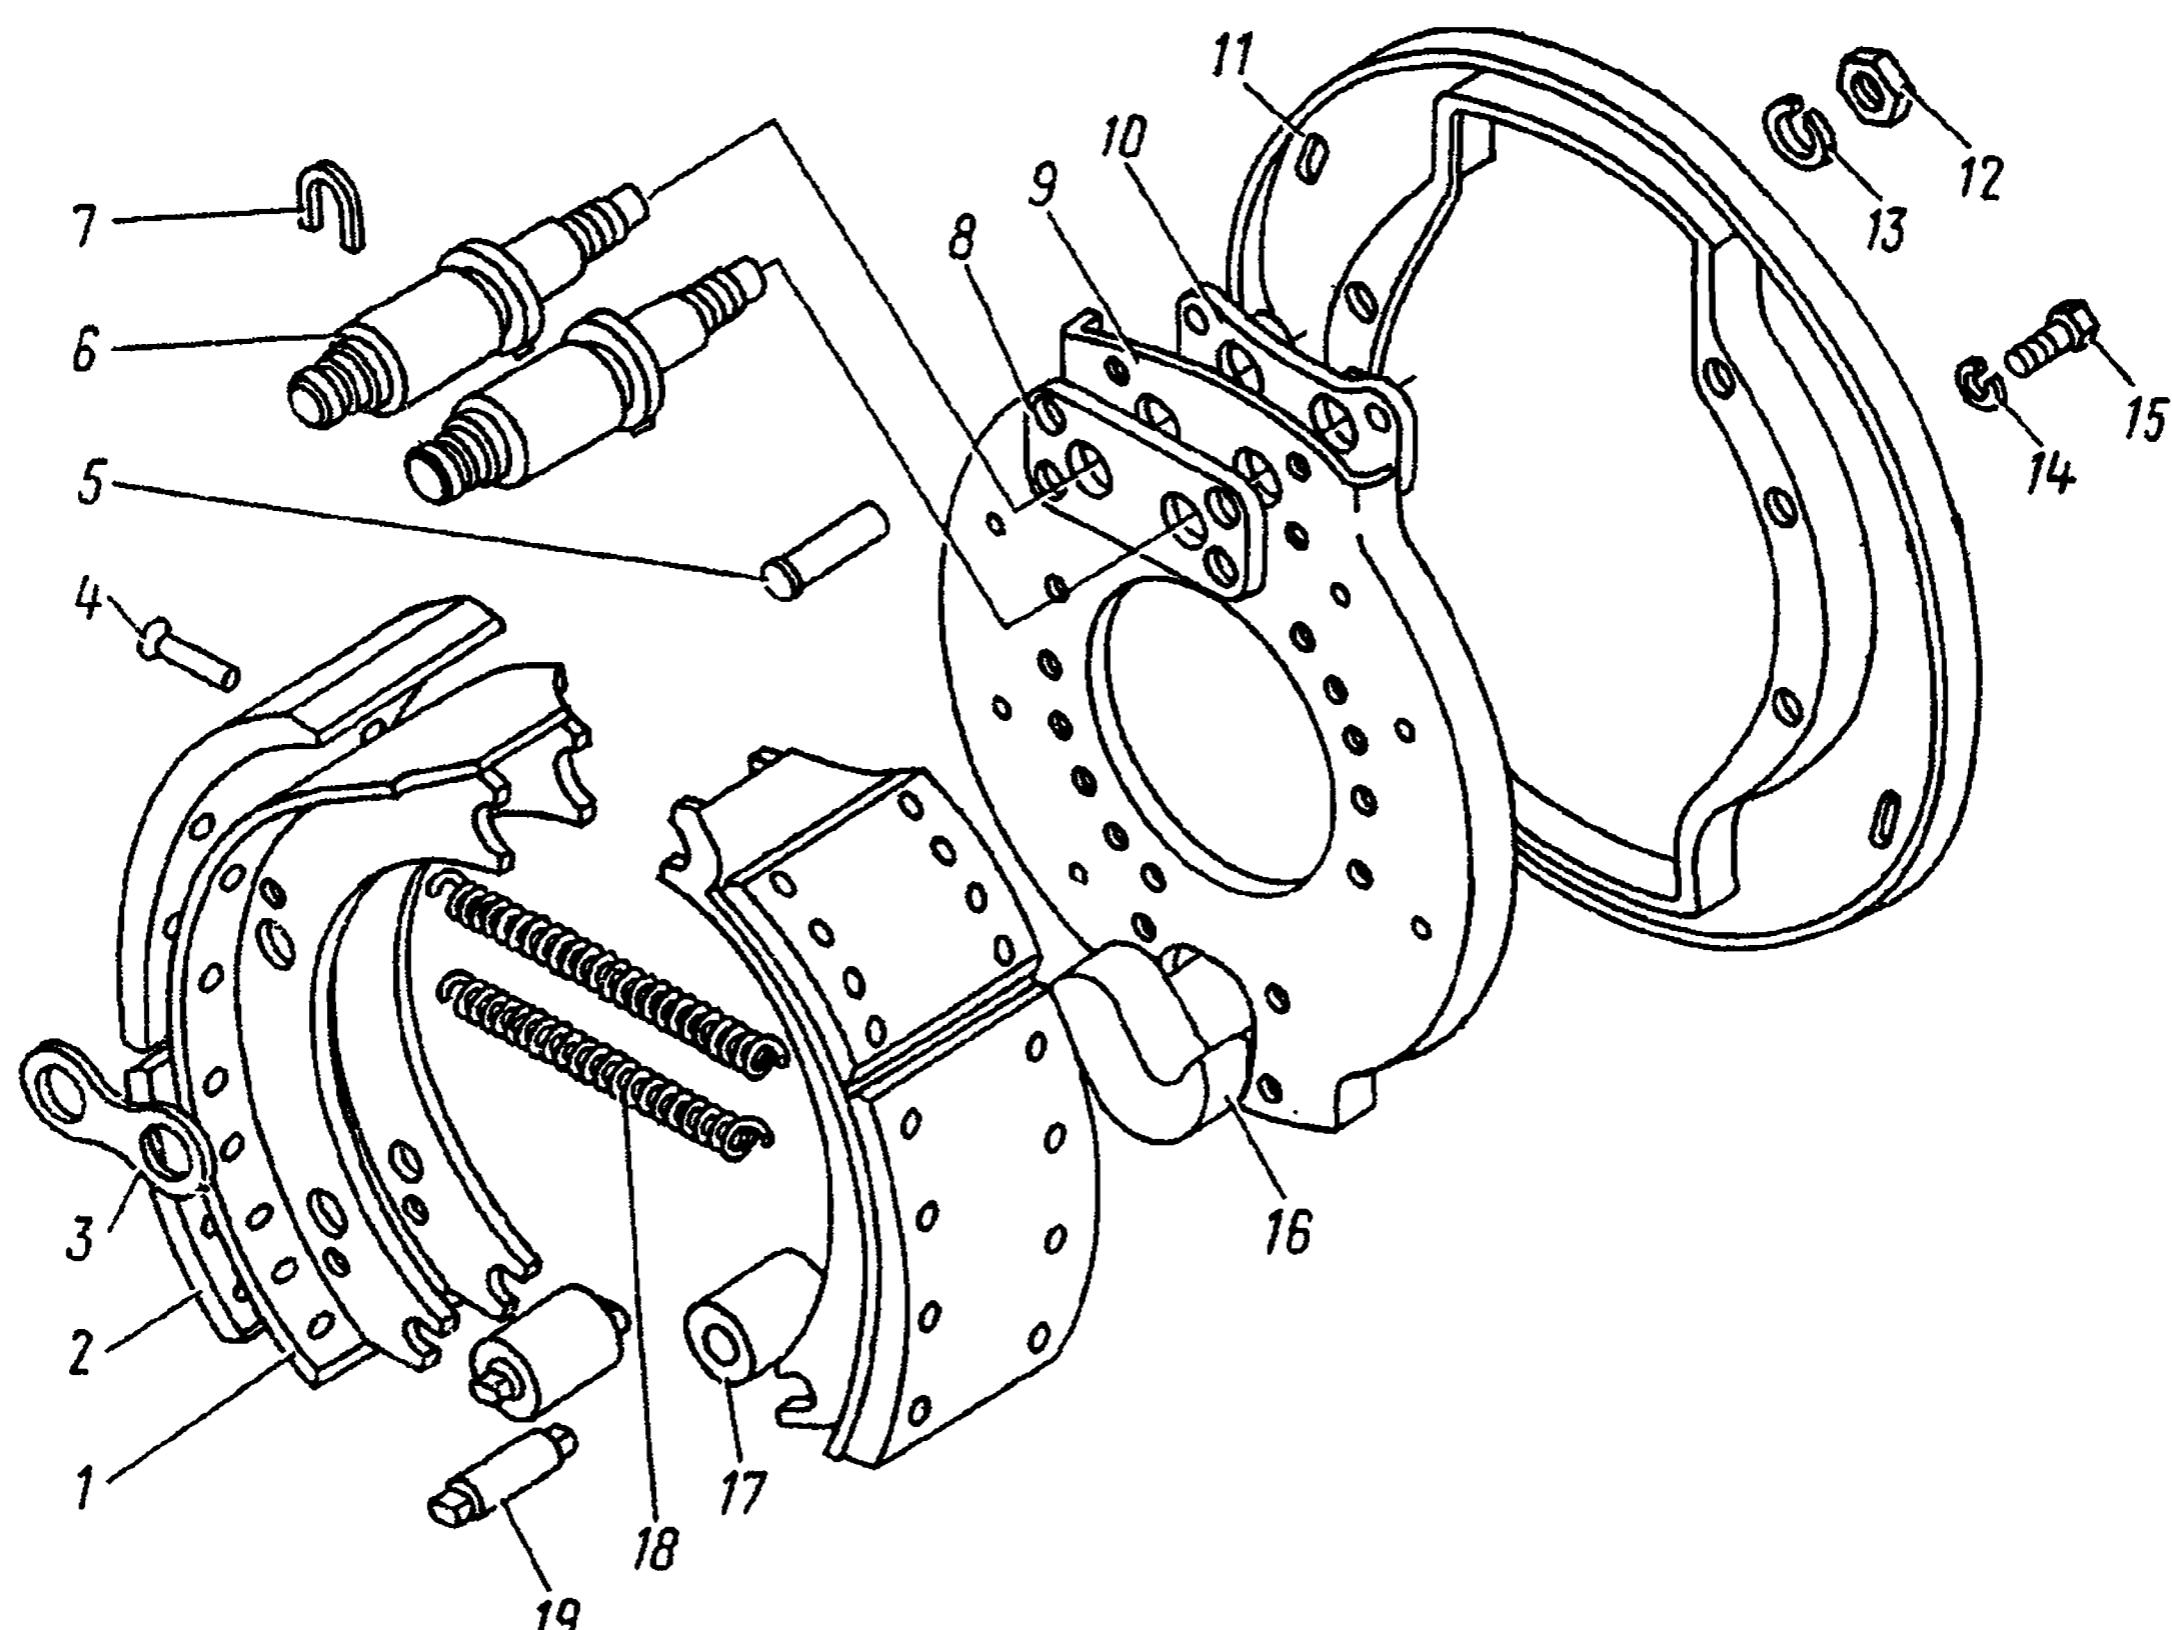

Рис. 228. Тормоза рабочие задние:
6. Снимите пружину 18 (рис. 228) тормозных колодок, чеки 7, накладку 3 осей колодок, колодки 1 с роликами 17 с осей 6 колодок	Бородок, молоток